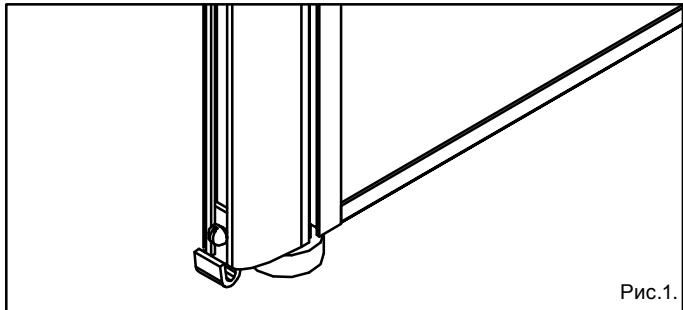

Рис.1.
- 1.1. Вставить в паз модуля фиксатор нижний и закрепить винтом M5x6 с полукруглой головкой (рис. 1).
- 2.1. Вставить в паз модуля фиксатор нижний и закрепить винтом M5x6 с полукруглой головкой (рис. 1).